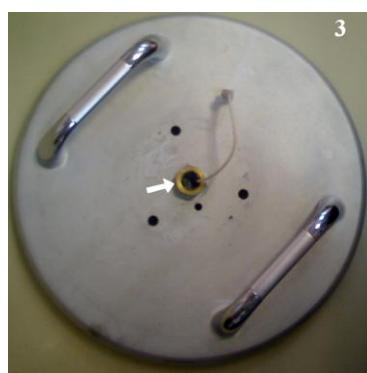

Рисунок 4.5
3) Отвернуть накидную гайку и извлечь акселерометр (рисунок .4.5, гайка обозначена стрелкой).